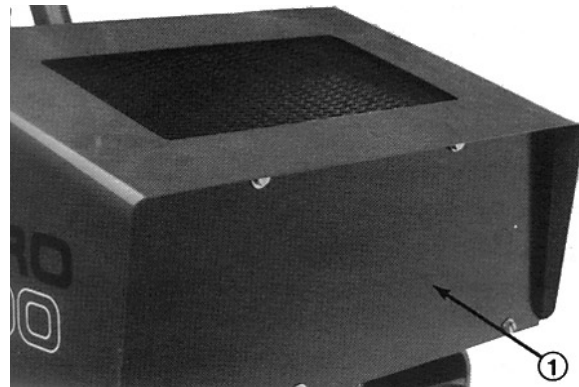

Fig. 10
LUBRIFICAZIONE (Fig. 10)
1. Togliere le 5 viti che fissano il pannello anteriore al telaio (Fig. 10) Individuare gli ingrassatori attraverso l'apertura nel telaio.